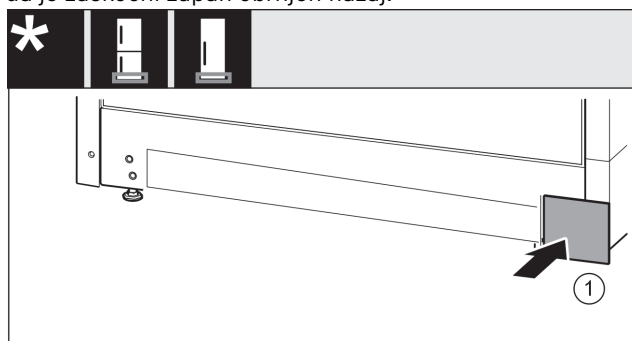

Fig. 23
- Pokrov Fig. 23 (1) ponovno namestite na drugi strani.